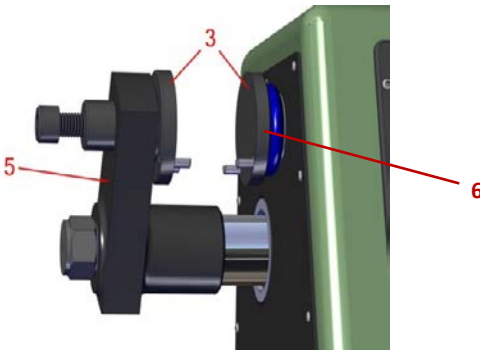
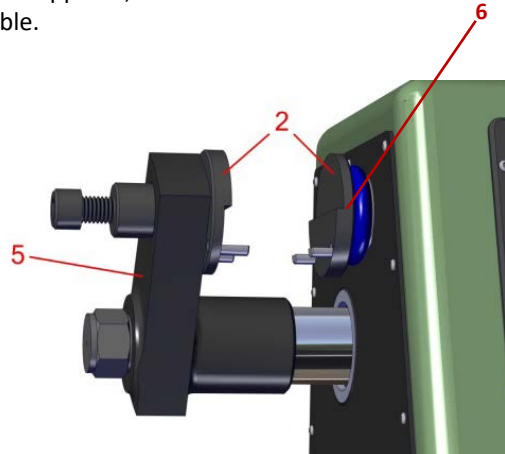

Figure 5.1.3
Figure 5.1.4
Reportez-vous à la Figure 5.1.3 pour des photos détaillées des mors pour essai de résistance à la compression, une fois correctement installés sur l'appareil de mesure. Reportez-vous à la Figure 5.1.4 pour des photos détaillées des mors pour essai de résistance au cisaillement, une fois correctement installés sur l'appareil de mesure.
3. Placez délicatement un échantillon de sable préparé de 50 mm x 50 mm (2 "X 2") entre les pinces de compression. Le spécimen de sable doit reposer sur les quatre (4) goupilles de positionnement situées au bas de l'accessoire de pince de compression. La surface de l'échantillon de sable reposant sur la tige de décapage doit être située contre l'accessoire de pince de compression fixé au support de pince fixe. (Figure 5.1.4, élément 6)